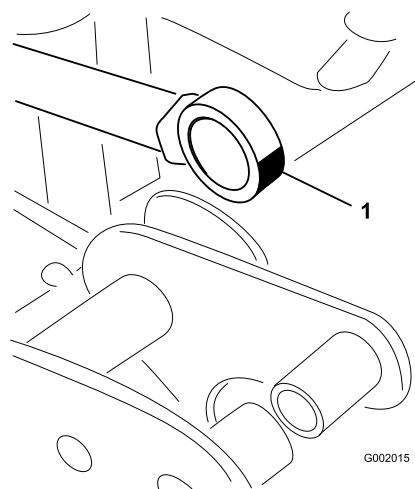

Figura 63
5. Gire la rótula y aplique grasa al cojinete (Figura 63).